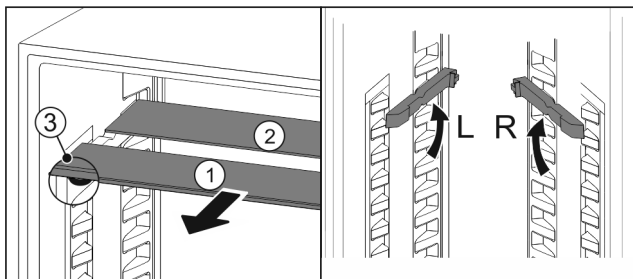

Fig. 94
- Skleněné desky jednotlivě vytáhněte dopředu Fig. 94 (1).
- Skleněná deska Fig. 94 (1) s ozdobnou lištou leží vpředu.
- Zárážky Fig. 94 (3) směřují dolů.